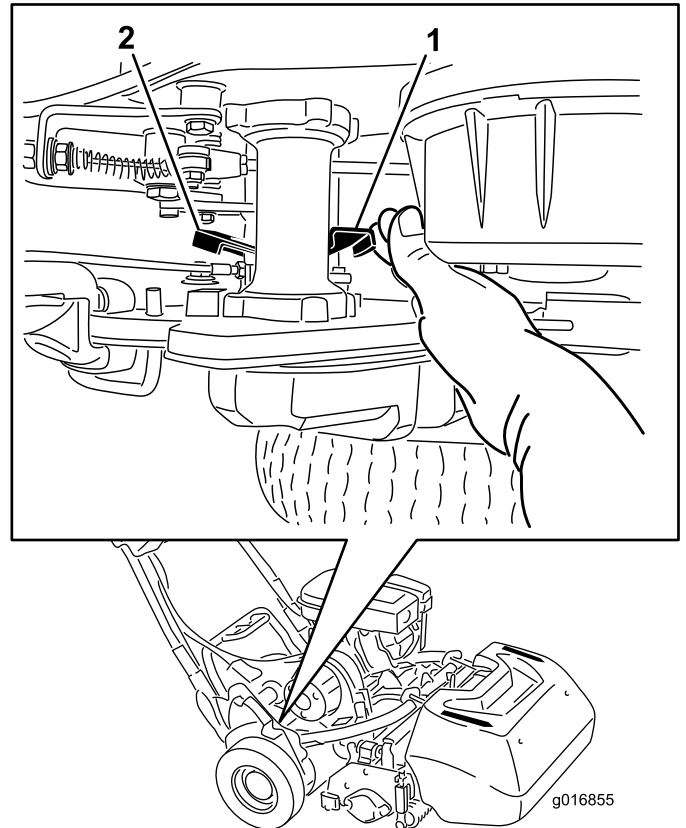

Figure 28
1. Dans l'angle arrière droit de la machine, localisez le levier d'engagement/désengagement de la transmission aux roues, près du tambour d'entraînement (Figure 28).